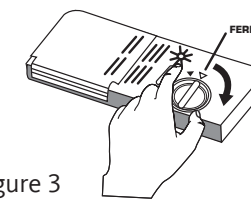

Figure 3
- Remplacez le bouchon et tournez-le vers la droite dans le sens indiqué par la flèche (Figure 3).